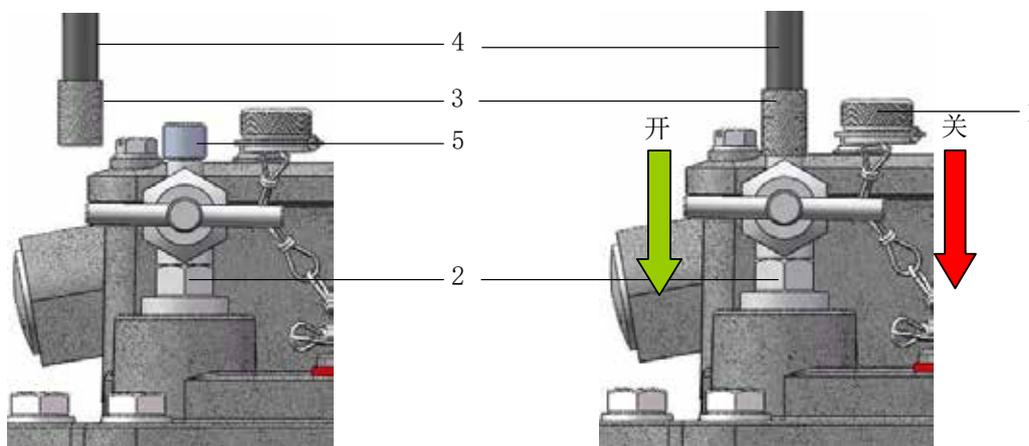

图 8 - 采用检测充气筒检验
- 从测试阀(图 8/ 2 号)上拧下小闷盖螺母(图 8/ 1 号)
- 检测充气筒(图 8/ 4 号)连接胶管上的转接头(图 8/ 3 号)与阀帽口(图 8/ 5 号)连接拧紧